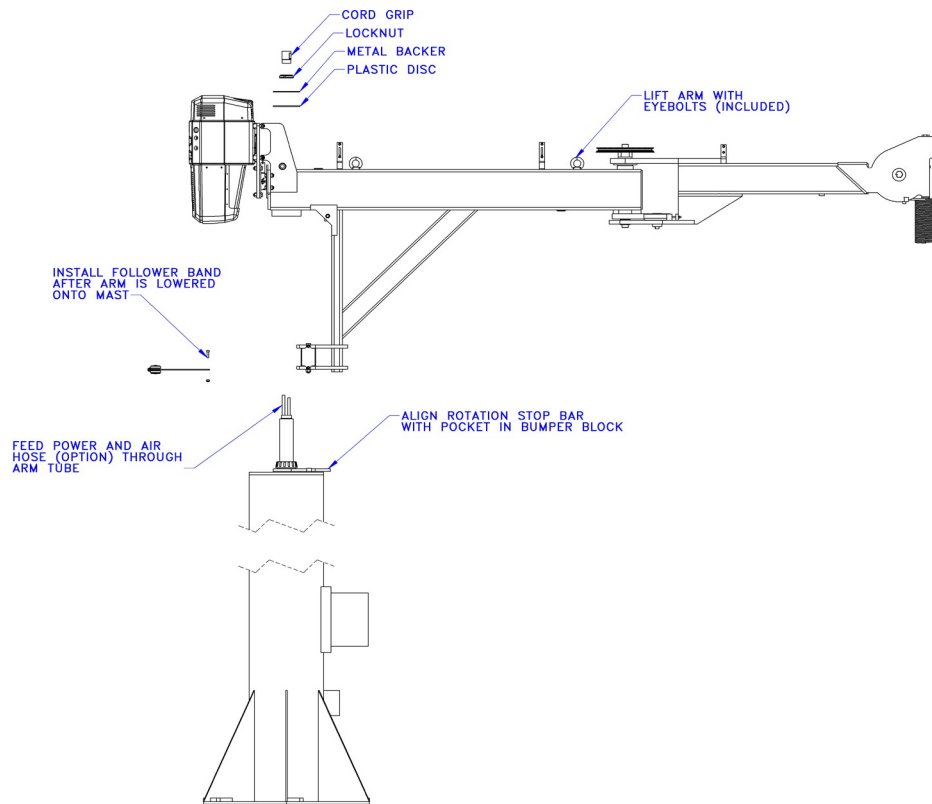

Fig. 4C. Allineamento del braccio al montante.
4.2.1 Utilizzando mezzi sicuri e appropriati, sollevare il gruppo del braccio con le viti a occhiello in dotazione. Assicurandosi che il braccio sia a livello, abbassarlo verso il montante passando il cavo di corrente e il tubo dell'aria attraverso il braccio stesso. Allineare la barra d'arresto della rotazione con l'alloggiamento del blocco paraurti non appena il braccio è abbassato (**Fig.4C**).